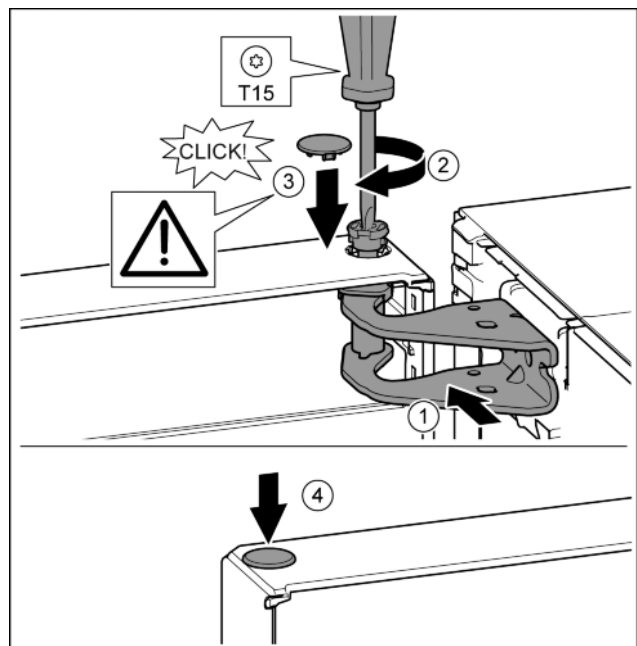

Fig. 18
- ▶ Aliniați ușa sus spre deschizătură în suportul de lagăr. Fig. 18 (1)
- ▶ Introduceți bolțul și înșurubați-l ferm cu șurubelnița T15. Fig. 18 (2)
- ▶ Montarea capacului de siguranță pentru siguranța ușii: Introduceți capacul de siguranță și controlați dacă este așezat pe ușă. În caz contrar, introduceți complet bolțul. Fig. 18 (3)
- ▶ Introduceți dopul. Fig. 18 (4)